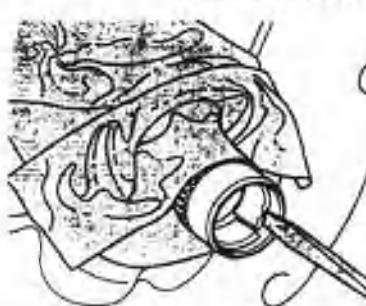

图 5.14 分离轴套的位置
- ⑤ 不要操作涡轮轴，用改锥撬下分离的轴套，如图 5.14 所示。
- ⑥ 取出金属屑和胶带，更换变矩器油封。